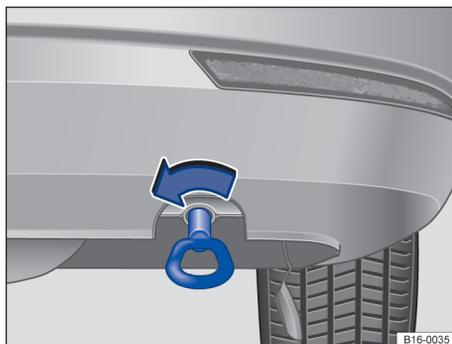

Fig. 210 En el lado derecho del paragolpes trasero: argolla de remolque enroscada.
El alojamiento para la argolla de remolque enroscable se encuentra en el lado derecho del paragolpes trasero ⇒ **fig. 210**. Algunos vehículos *equipados de serie con un enganche para remolque* no disponen de un alojamiento para la argolla de remolque enroscable detrás de la tapa. En este caso hay que montar y utilizar el enganche de bola para el remolcado ⇒ página 138, ⇒ .
- Enrosque la argolla de remolque en el alojamiento girándola al máximo **en el sentido contrario al de las agujas del reloj** ⇒ **fig. 210** ⇒ .